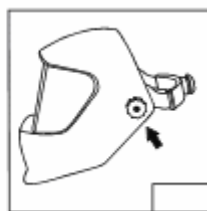

Figura 11
2.3 Reglarea etanșeității șuruburilor de pe ambele fețe ale măștii poate schimba nivelul de jos al acesteia și poate, de asemenea, să se poată întoarce sau să se prindă. În cazul sudării, unghiul optim este că linia care leagă ochii și fața de sudare este perpendiculară pe filtru (pentru a vedea figura 11)